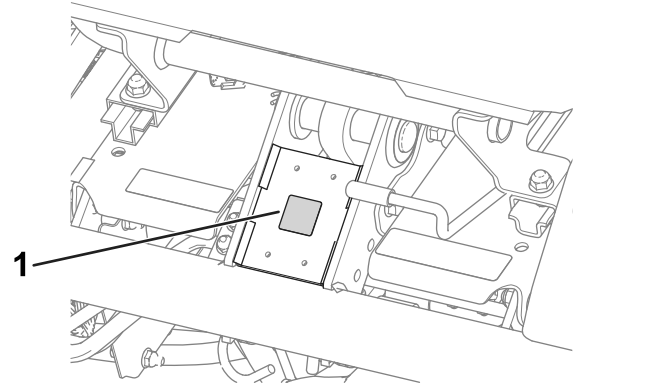

図 14
- CE マークステッカーP/N 93-7252を、運転席前下のフレーム部分に貼りつける **図 14**。